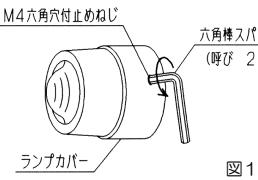

図1
① ランプカバーの M4 六角穴付止めねじを付属の六角棒スパナ（呼び 2）で 2 回転以上緩めてからランプカバーを反時計回りに回して外してください。（図 1）